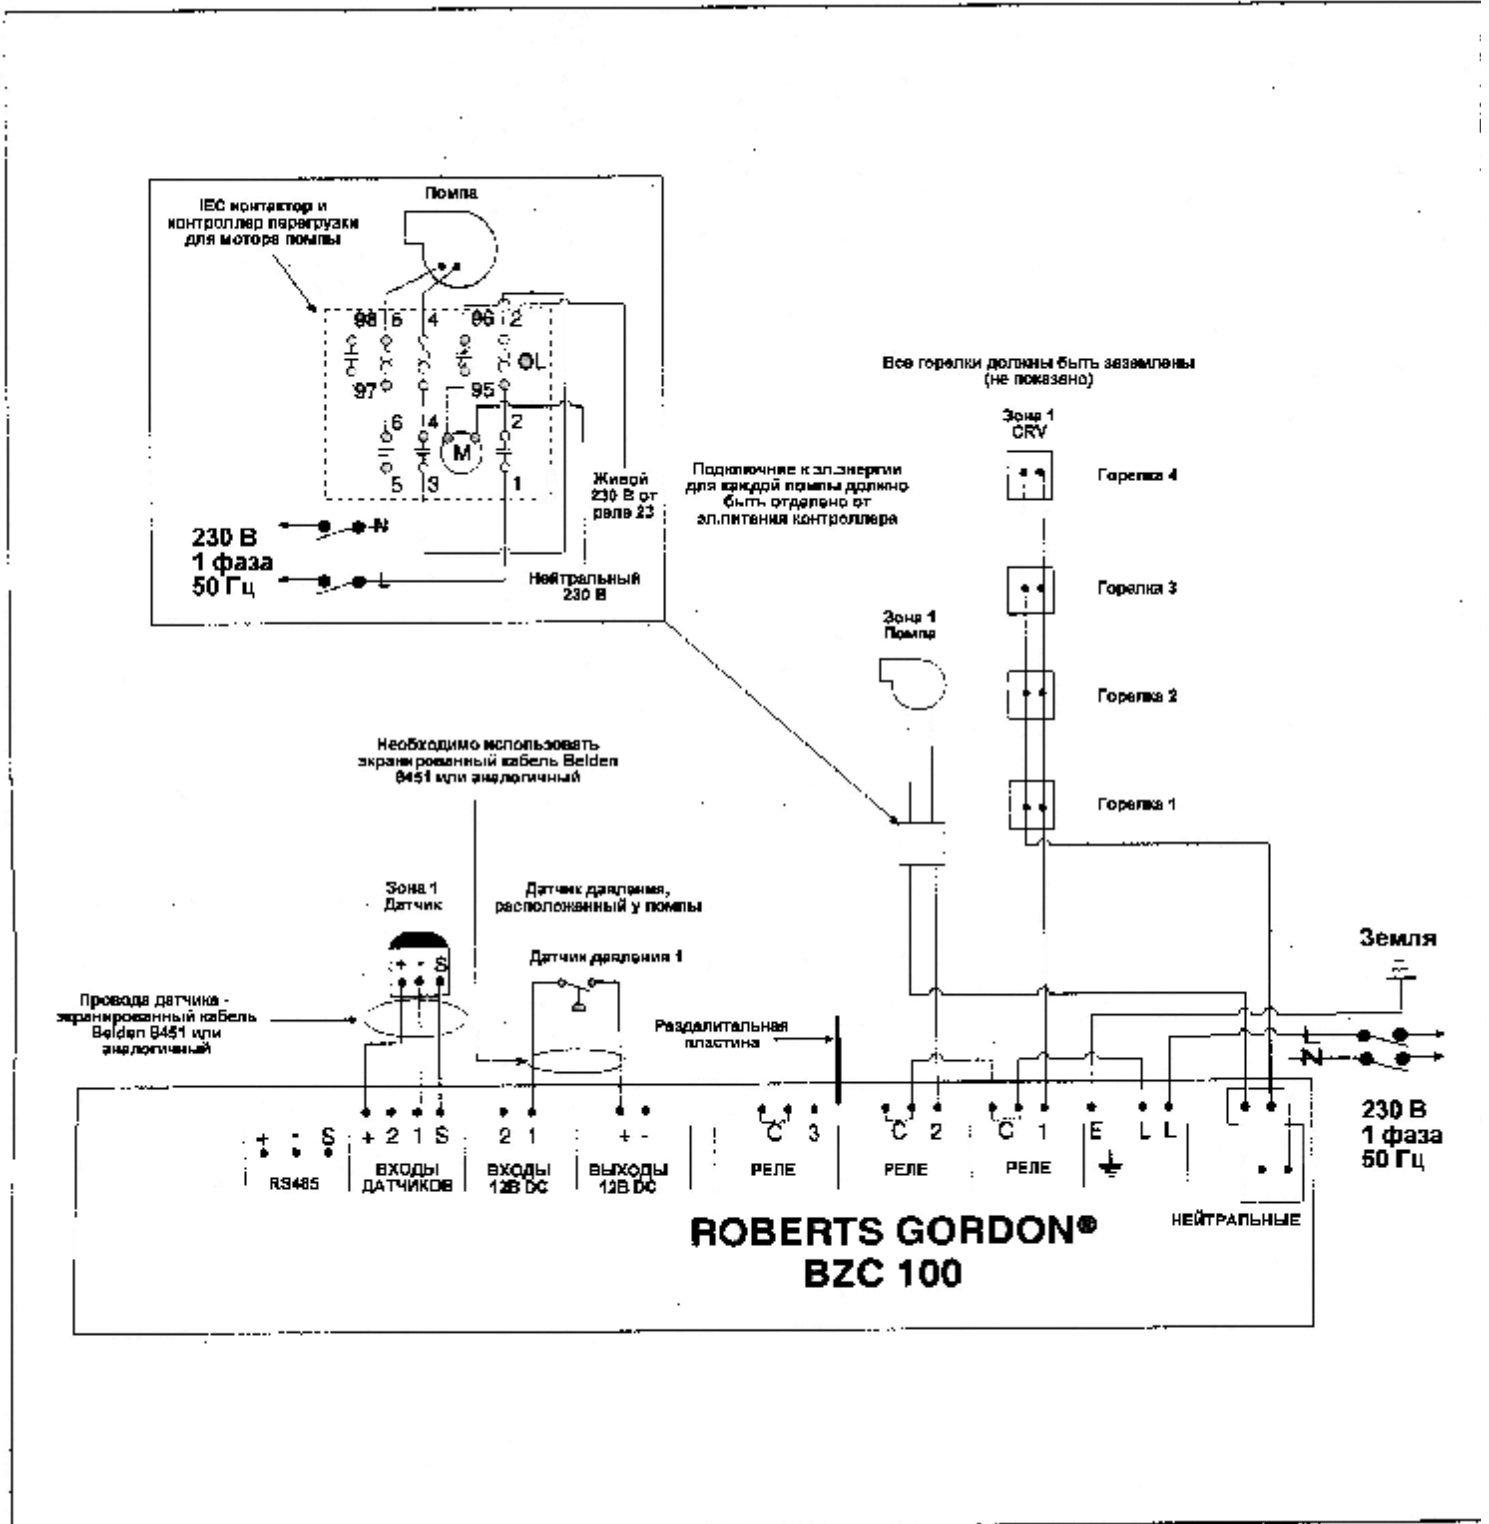

РИСУНОК 4 Пример схемы внешней электропроводки
- Рисунок 4 Пример схемы внешней электропроводки
В образце, для каждой зоны CORAYVAC® требуется один выход на горелки и один выход на помпу. Помпа, установленная в зоне 1, подключена через реле, срабатывающее при изменении нагрузки, на реле RL2 (см. стр.5, Раздел 1.8, рисунок 4).